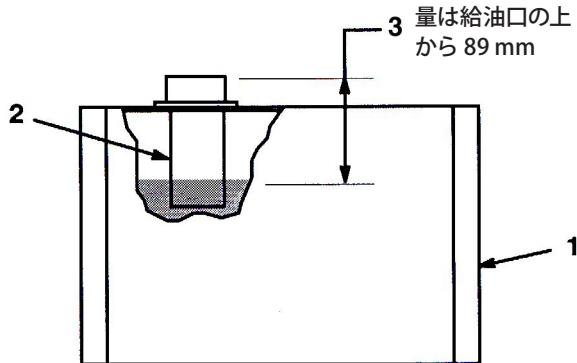

図 16
2. オイル・タンク上部にあるキャップを取って油量を点検する。補給口の根元から 90 mm 程度下の位置に油面があれば適正とする (図16)。